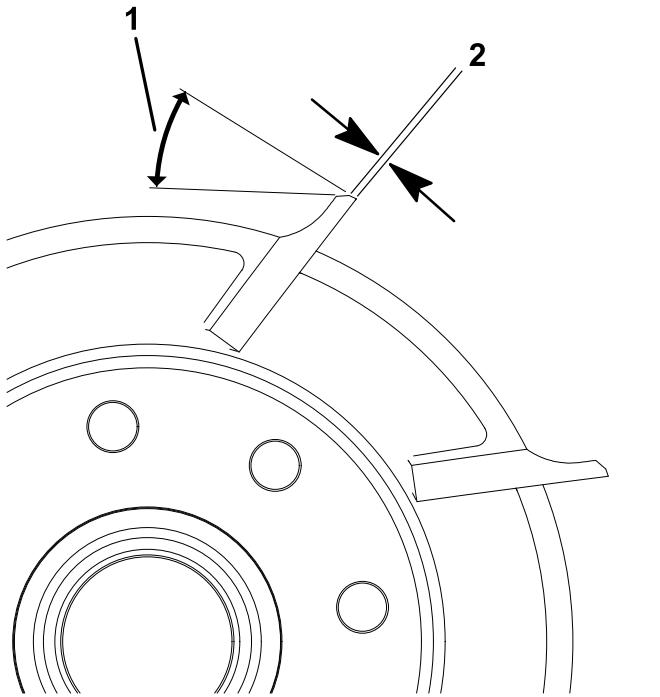

Figura 11
1. Aplique uma amolação de retificação de 30 graus em todas as lâminas do cilindro até a largura ser de 0,76 a 1,27 mm (Figura 11).